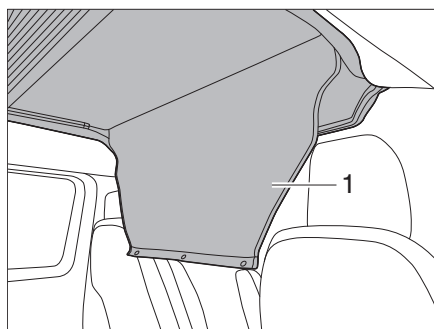

Figure 24 Dérouler le recouvrement d'accès
- Dérouler le recouvrement d'accès (Figure 24,1).
- Fermer le recouvrement d'accès (Figure 24,1) avec les boutons-pressions.